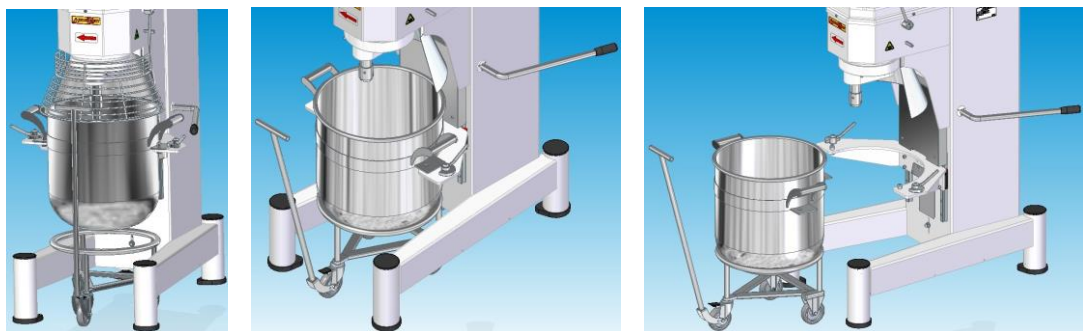

Рис. 6 Установка/извлечение дежи при помощи тележки
7.3.4. В случае если общий вес дежи с продуктом превышает 20 килограммов, рекомендуется использование специальной тележки (дополнительная опция) (рис. 6). При этом необходимо:
- подвести тележку под дежу, установленную на кронштейне (2) лифтового механизма миксера в верхнем положении, и открыть прижимы (3);
- опустить дежу вниз на тележку при помощи рычага подъема/опускания дежи и, придерживая её за рукоятки (4), снять с пальцев (7);